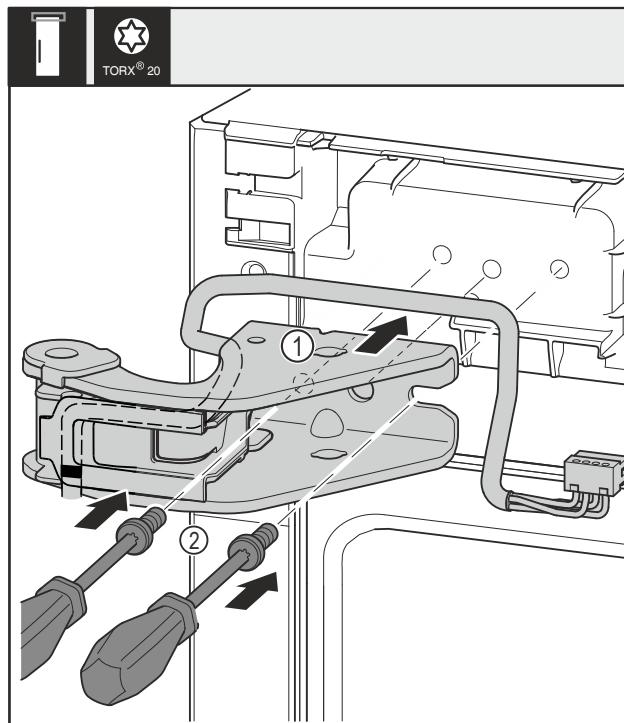

Fig. 31
- ▶ Coloque el soporte del cojinete superior Fig. 31 (1).
- ▶ Inserte y apriete los tornillos Fig. 31 (2) con un destornillador.